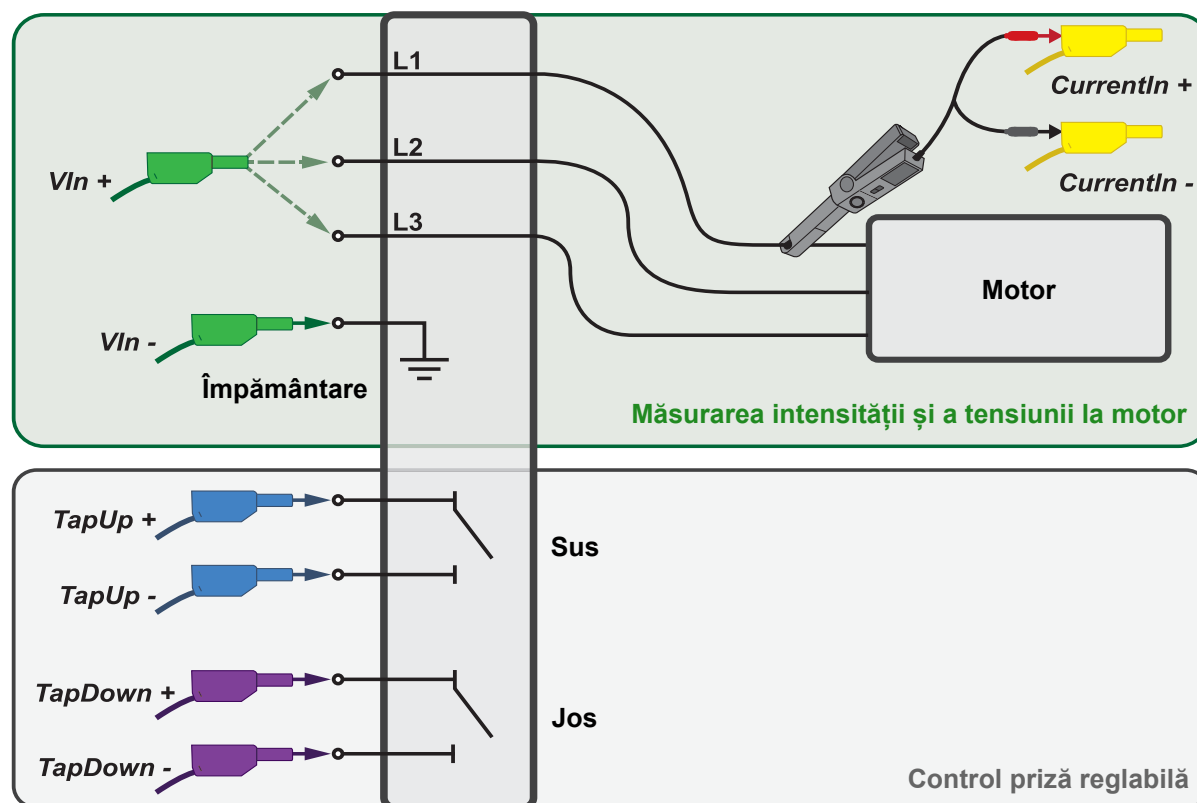

Figura 4-2: Schemă de conectare de la comutator cu prize de reglaj la comutator cu prize de reglaj
- III. Conectați cablul comutatorului cu prize de reglaj la bornele corespunzătoare din dulapul electric al transformatorului (a se vedea figura 4-2 de mai jos).